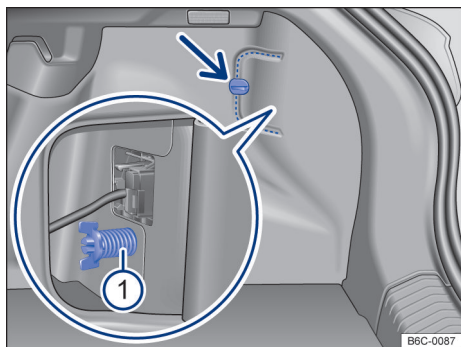

Fig. 135 No compartimento de bagagem: desinstalar cobertura e retirar o parafuso borboleta Ⓛ (lupa).
3. Para abrir a cobertura da lanterna, girar a trava → Fig. 135 (seta).
18. Segurar a lanterna traseira na posição de montagem com uma das mãos e aparafusar com a outra o parafuso borboleta → Fig. 135 Ⓛ.